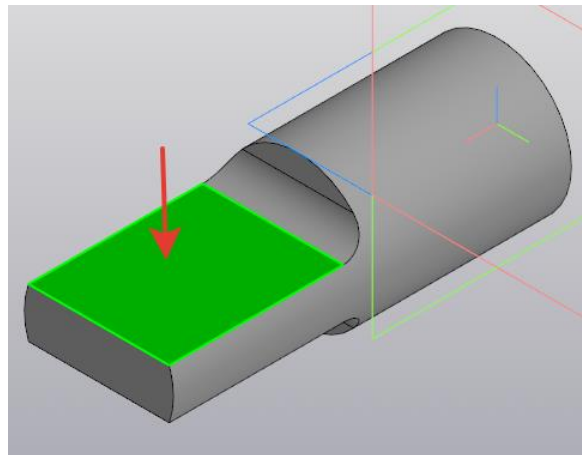

Рисунок 137.
8. Выберите верхнюю плоскость среза (рисунок 137) и создайте на ней **новый эскиз**.